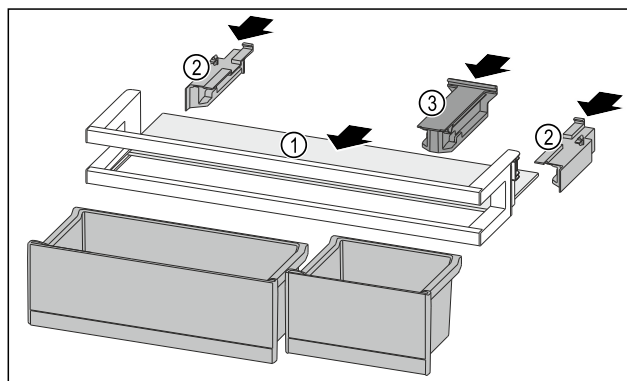

Fig. 122
- ▶ Lükake riiul Fig. 122 (1) külgmistesse sisselõigetesse.
- ▶ Pange küljeosad Fig. 122 (2) sisse.
- ▶ Pange hoideosa Fig. 122 (3) sisse.